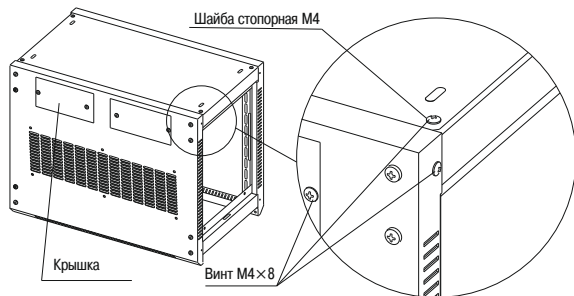

Рисунок 8
4.1.7 Положите стенку заднюю на рамы между крышей и дном и закрепите шестью винтами М4×8 с шайбами стопорными М4 (рисунок 8).
4.1.8 Закрепите винтами М4×8 крышу и дно на боковых поверхностях рам (рисунок 8), а также крышки кабельных вводов.